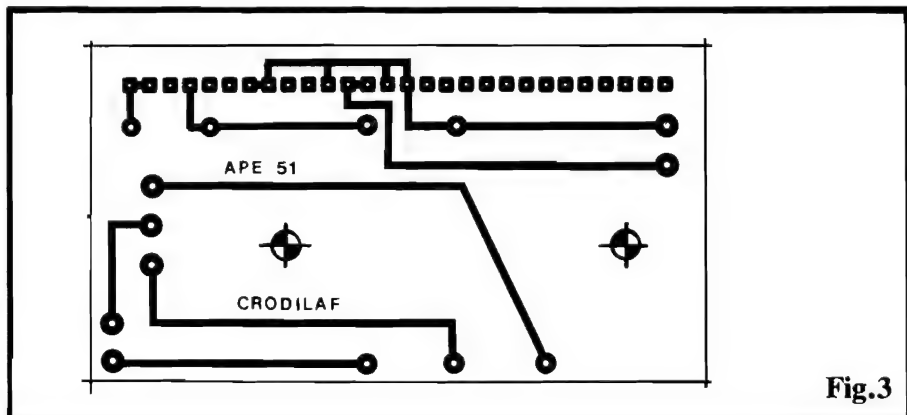
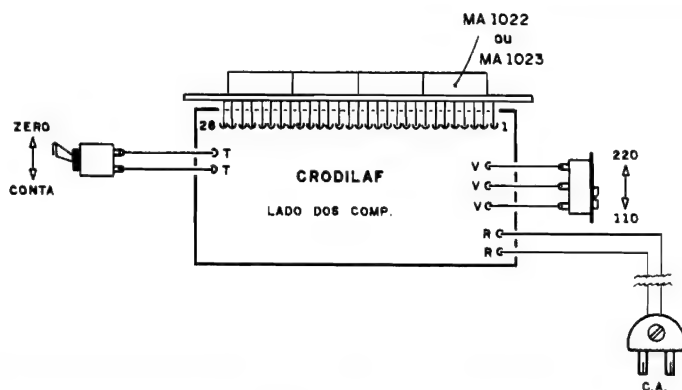

Fig.3
Fig.5
- FIG. 3 - DO CIRCUITO IMPRESSO ESPECÍFICO (PLACA DE "APOIO"...). - Na verdade, a placa de "apoio" do circuito do CRODILAF tem mais funções "mecânicas" do que eletro-eletrônicas... Com isso, a sua disposição cobreada de ilhas e pistas (vistas em tamanho natural no diagrama...) torna-se extremamente simples, de fácil realização... Notar, com especial atenção, a linha de 28 ilhas/furos acompanhando a borda superior da placa (na figura...). A tal "fila" de
- FIG. 5 - CONEXÕES EXTERNAS À PLACA - Ainda vista pelo lado não cobreado (o mesmo mostrado no diagrama anterior...), a placa de "apoio" tem, agora, claramente ilustradas as ligações externas... Os terminais do interruptor simples (chave "zero-conta") vão aos pontos "T-T"; as conexões da chave de Tensão ("110-220") vão aos pontos "V-V-V" **exatamente** conforme mostrado (observar o sentido de atuação do "botão" da dita chave...). O cabo de força ("rabicho") tem seus dois fios ligados aos pontos "R-R"... Finalmente (e essa é a fase mais delicada das inter-conexões e ligações externas...) o módulo híbrido deve ser ligado à placa de "apoio" através de um multi-conector inter-placas, composto de 28 pinos em "L" (90°). Durante as soldagens dos pinos em "L" desse multi-conector, observar que apenas os pinos **realmente** utilizados no módulo híbrido (números 1-2-4-7-8-11-12-13-14-15, conforme se vê do esquema - fig. 1, e do **lay out** do Impresso, fig. 3...) precisam ser soldados às respectivas ilhas... Da mesma forma, na placa de "apoio", todas as ilhas da barra de 28 contatos, que se encontram "solitas" (sem trilhas cobreadas a elas anexadas...) também não precisam ser soldadas... A simples inserção das extremidades dos conectores em "L" nos respectivos furos